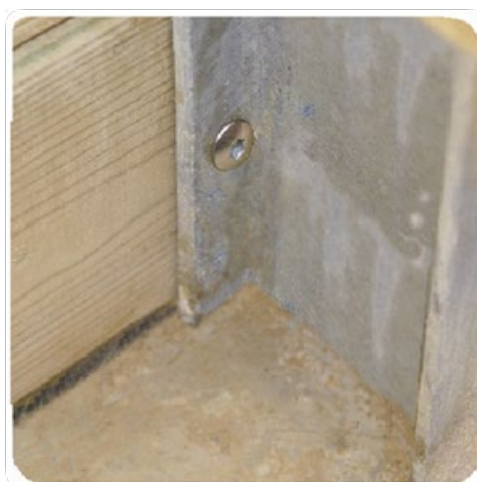

Figure 11 – Verrouillage des madriers sur les jambes de force
- sur les 4 jambes de force (celles-ci sont pré percées, comme montré à la Figure 11) à l'aide de 36 vis penture 6 × 30 en inox A2 torx (sachet D).